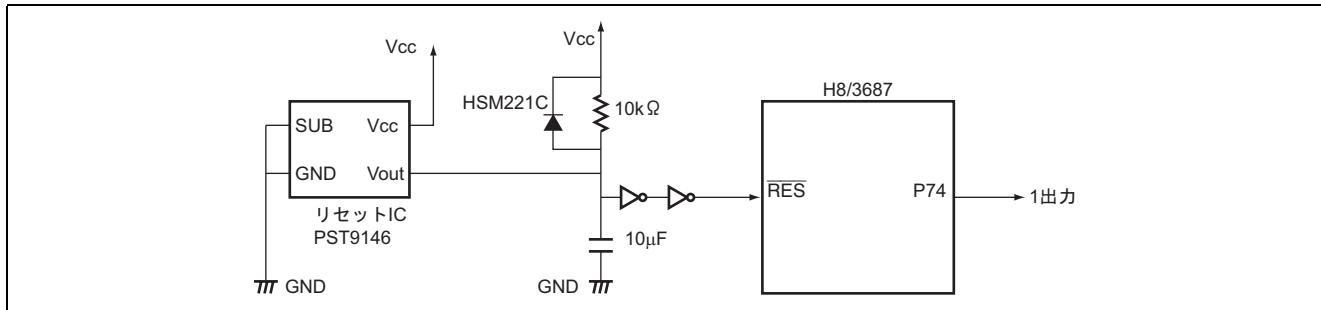

図 1.1 リセット IC 使用時のマイコン接続
1. リセット IC を用い、パワーオンリセット動作をします。リセット IC の接続例を図 1.1 に示します。